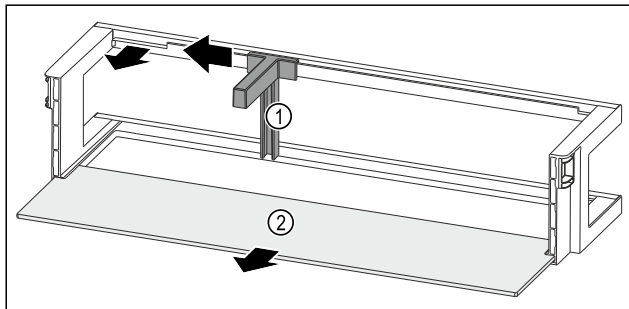

Fig. 51 Balconnet de contre-porte avec porte-bouteilles et tablette de rangement
- Pousser le porte-bouteilles Fig. 51 (1) sur le côté jusqu'à l'évidement.
- Retirer le porte-bouteilles Fig. 51 (1).
- Retirer la tablette de rangement Fig. 51 (2).